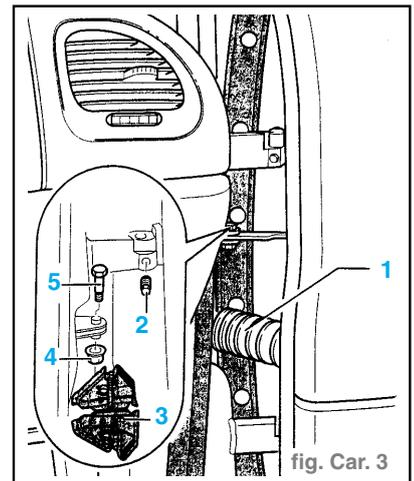

fig. Car. 3
- Débrancher la connexion multibroche (1) du montant **A** à l'aide d'une clé à ergot de modèle courant. (fig. Car. 3)